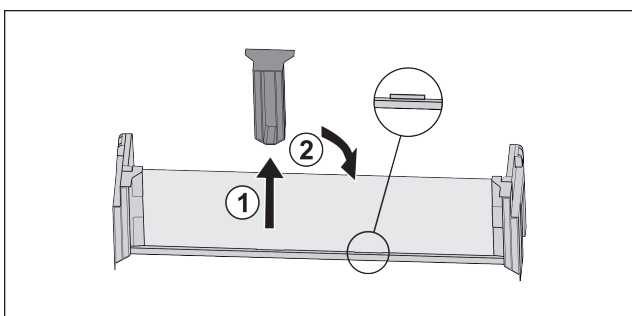

Fig. 65
- ▶ Витягнути середню деталь для підтримки Fig. 65 (1).
- ▶ Вставити середню деталь для підтримки на друге положення Fig. 65 (2).